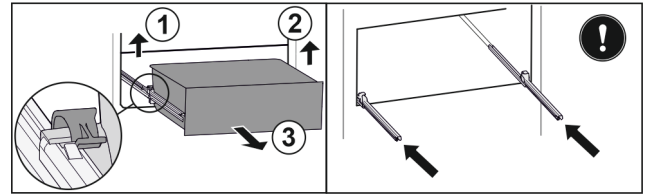

Fig. 30
- Sollevare il morsetto sinistro e allo stesso tempo tirare in avanti il cassetto sinistro. Fig. 30 (1)
- Sollevare il morsetto destro e allo stesso tempo tirare in avanti il cassetto destro. Fig. 30 (2)
- Rimuovere il cassetto tirandolo in avanti. Fig. 30 (3)